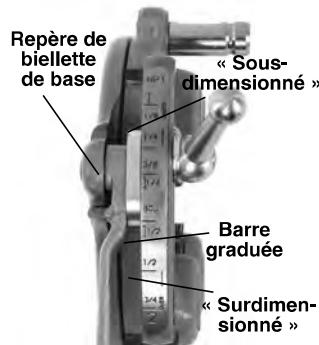

Figure 6 – Réglage du pas de filetage
3. Commencez par aligner le repère de la biellette avec le repère dimensionnel voulu de la barre graduée. Sur les têtes de filière Mono et Boulonnnerie, alignez le repère de la biellette sur le repère de base de la barre graduée. Pour le filetage de boulonnnerie avec une tête de filière universelle, alignez les filières de boulonnnerie sur le repère « BOLT » de la barre graduée (Figure 6).